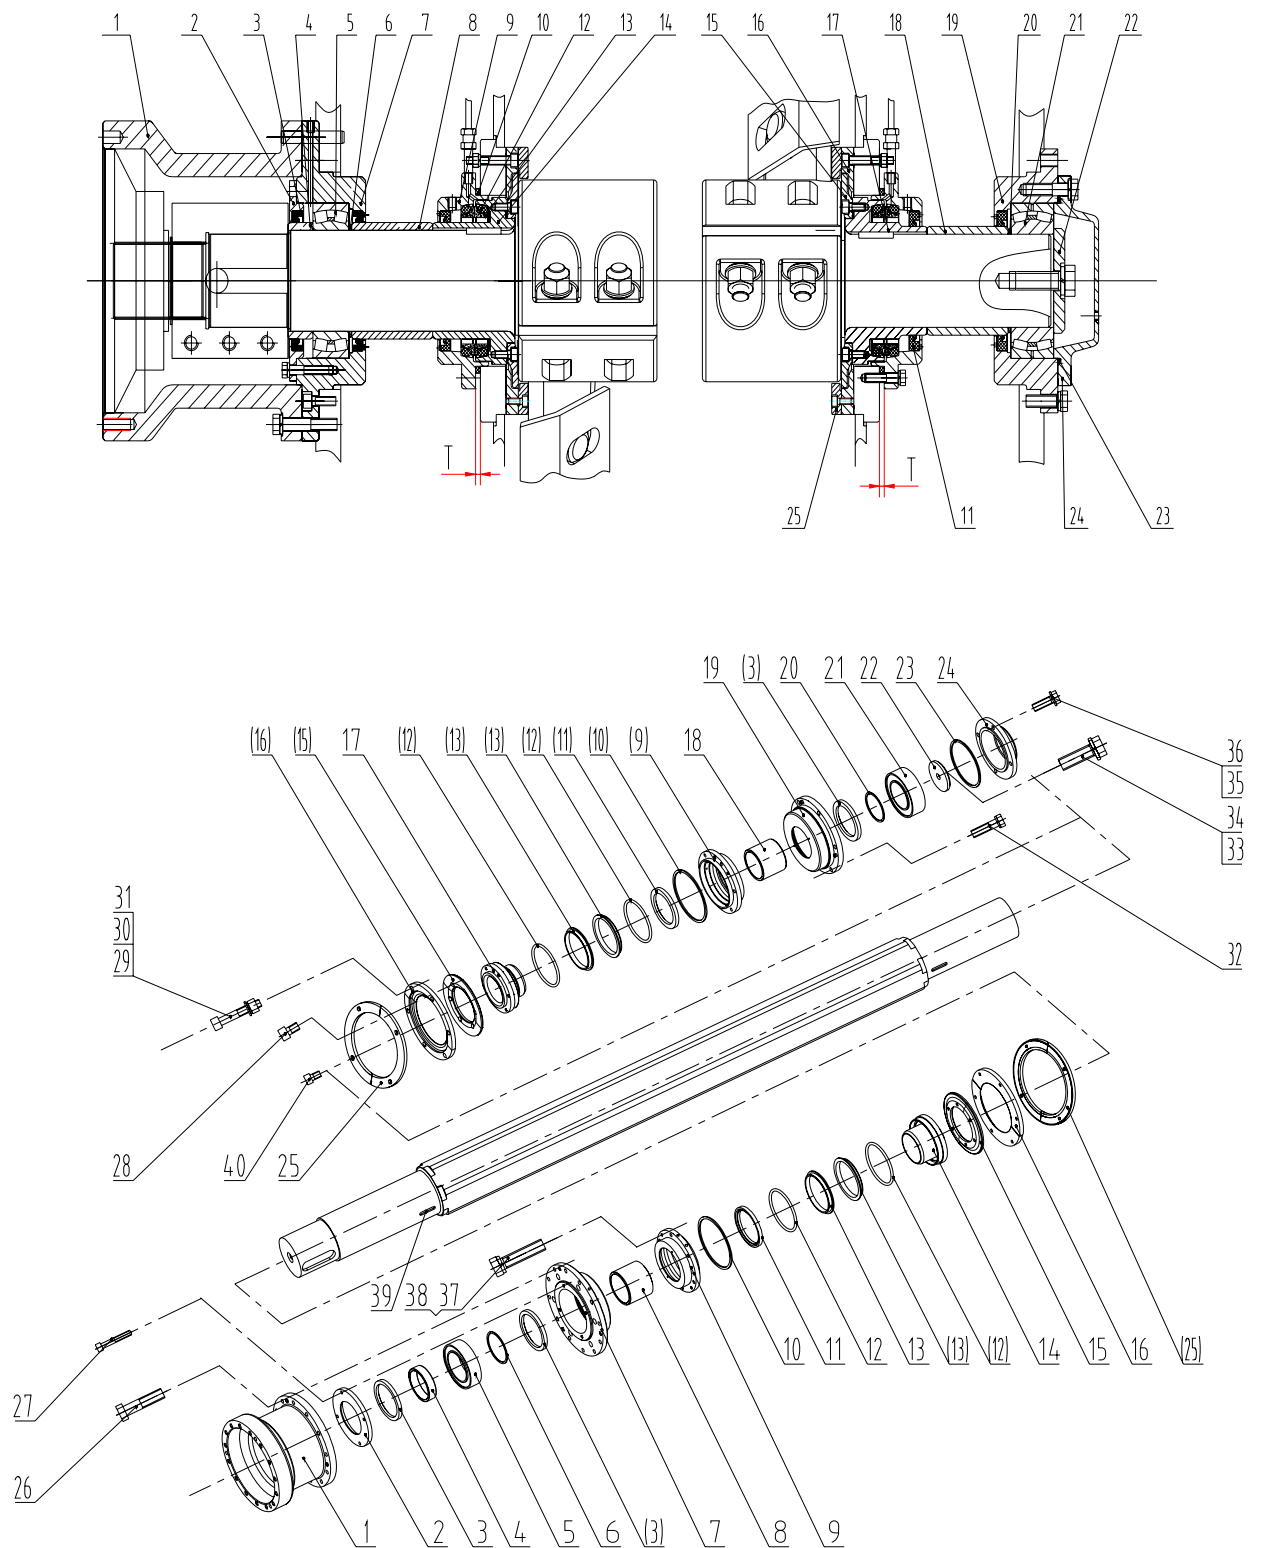

图 7 轴端密封零件示意图及剖视图
<1>. 如果主动端的轴端密封漏浆，参照图 7 和表 7，更换**操作步骤**如下：
- (4). 检查损坏程度和需更换的零件；
- (5). 安装密封部件，如图 5、图 6 所示，首先，浮动环和浮动密封圈压入到轴套，该轴套装入搅拌轴上；其次，密封圈、浮动环和浮动密封圈压入到定位环，该定位环和 O 形圈装入到搅拌轴上（注意按先前测量并记录的图 7 中尺寸 T 调整间隙），最后，装上防尘盖、耐磨环、密封环和搅拌臂。
<2>. 如果从动端的轴端密封漏浆，参照图 7 和表 7，更换**操作步骤**如下：
- (1). 防尘盖和耐磨环的间隙 6mm 时立即更换；
- (2). 防尘盖和耐磨环的间隙调整为 0.5~1mm，防尘盖与耐磨环的外端面平齐；
- (3). 花键套 M20 螺栓的拧紧力矩 520N.m；
- (4). 如果主动端的轴端密封更换后，需手动旋转搅拌轴 360 度，搅拌臂不干涉，如有干涉，按（第 20 页搅拌装置）搅拌臂布置图重新调整搅拌臂角度相位；
- (5). 定位环与轴套装配准确，定位环周边与缸体间隙均匀，间隙如图 7 中尺寸 T 保证在 4-5mm；
- (6). 使用扭力扳手等工具拆装，使用塞尺等检测；
- (7). 安装完毕后，手动和电动注润滑油脂，检查油路是否通畅。